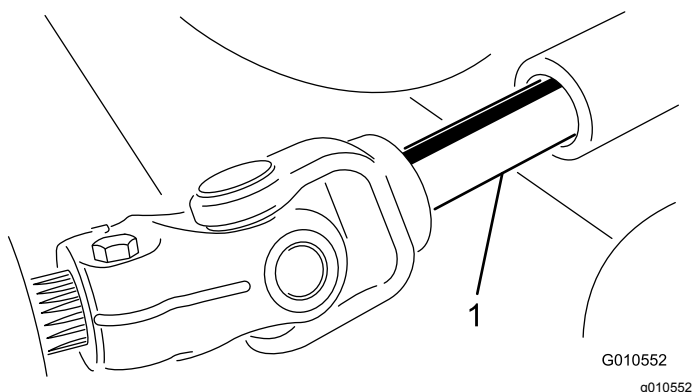

Figura 23
5. Allontanate l'apparato di taglio dal trattorino, separando le sezioni maschio e femmina dell'albero della presa di forza (Figura 23).
3. Inserite l'albero della presa di forza maschio nell'albero della presa di forza femmina (Figura 23).